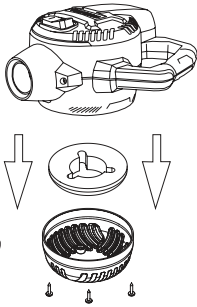

Fig. 9
23. Pour le nettoyage de la grille de l'orifice d'admission et le tampon en mousse, débranchez le cordon d'alimentation et retirez les vis de la face inférieure de l'appareil électrique. **Fig. 9.**